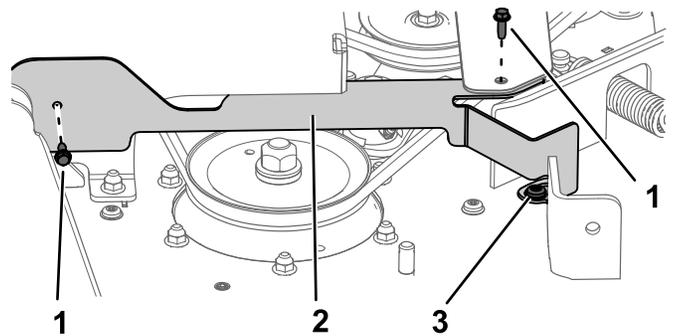

Figura 32
2. No lado direito da máquina, retire os parafusos de cabeça sextavada ( $\frac{1}{4}$  pol. x  $\frac{3}{4}$  pol.) e desaperte o parafuso com olhal (Figura 32). Retire a proteção.